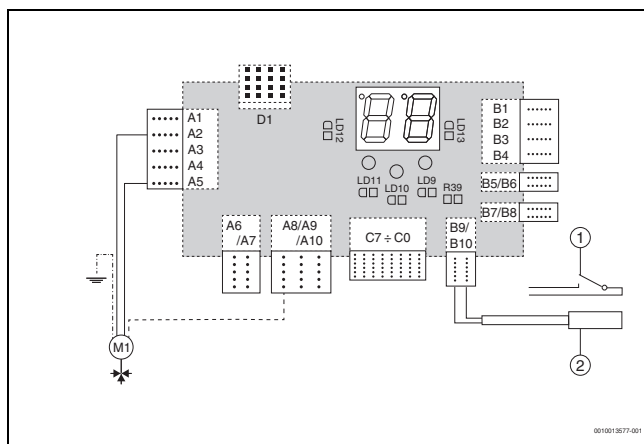

Fig. 1 Raccordement de la vanne à 3 voies pour le fonctionnement de la commande ECS ou la source de remplacement
- Raccorder les câbles de la vanne de régulation à l'électronique de la chaudière conformément au schéma de connexion (→ fig. 1). Isoler les fils restants (il s'agit de contacts internes de la vanne de régulation).
- Raccorder la sonde aux bornes B9-B10 de l'électronique conformément au schéma de connexion (→ fig. 1). Le respect de la polarité n'est pas nécessaire au niveau des bornes et des câbles de sondes.